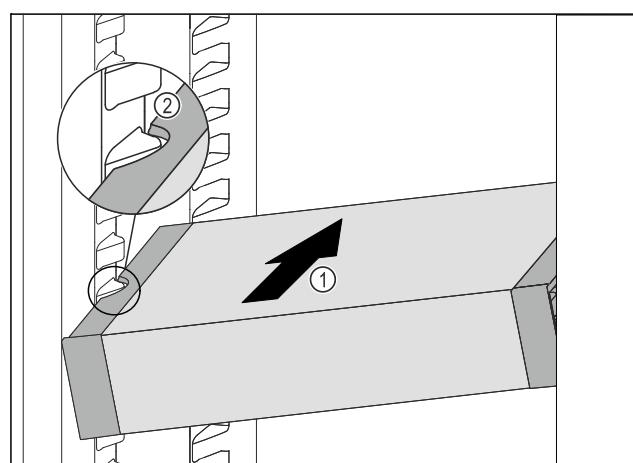

Fig. 89
- Predal VarioSafe potiskajte poševno v hladilnik Fig. 89 (1), dokler stranska izreza Fig. 89 (2) predala VarioSafe nista na višini nastavka za posodo v hladilniku.